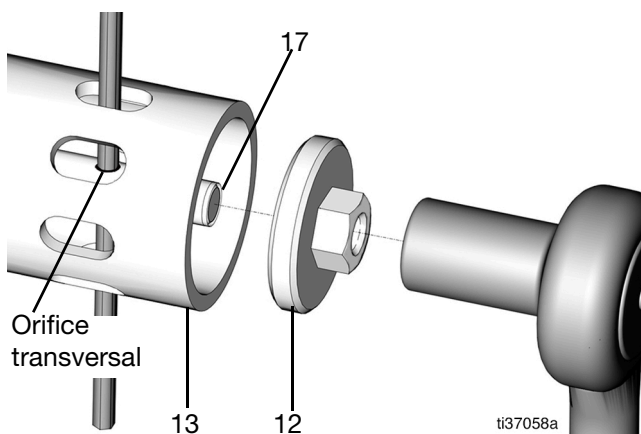

FIG. 64
22. Poussez la tige de pompe (27) vers le bas pour déplacer la tige shovel (17) et accéder à l'orifice transversal (FIG. 64).
23. Placez une clé Allen ou un outil similaire à travers l'orifice du tube shovel (13) et dans l'orifice transversal pour préserver la stabilité de la tige shovel (17) (FIG. 64).
24. Serrez le piston shovel (12) avec une clé à douille de 10 mm (couple 4,1-5,4 N•m) (FIG. 64).